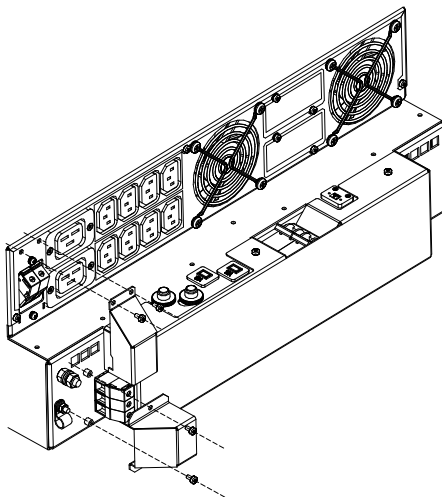

Рисунок 11. Крепление защитных кожухов на выводы «Вход ~ 220 В» и «Выход ~ 220 В»
5. Снять с выводов подключения входной сети защитный кожух (крепление защитного кожуха – **рисунок 11**), после чего присоединить фазный проводник, нейтральный проводник и проводник заземления входной сети к выводам ИБП «Вход ~ 220» (**рисунок 10**).
ВНИМАНИЕ! После окончания работ по подключения входной сети на выводы «Вход ~ 220 В» следует одеть защитный кожух (крепление защитного кожуха – рисунок 11).
Сечение кабеля для подключения максимальной нагрузки к выводам «Выход ~ 220» – 10 мм² (перед выполнением подключения с выводов необходимо снять защитный кожух – **рисунок 11**).
ВНИМАНИЕ! После окончания работ с выводами «Выход ~ 220 В» на данные выводы следует одеть защитный кожух (крепление защитного кожухов – **рисунок 11**).